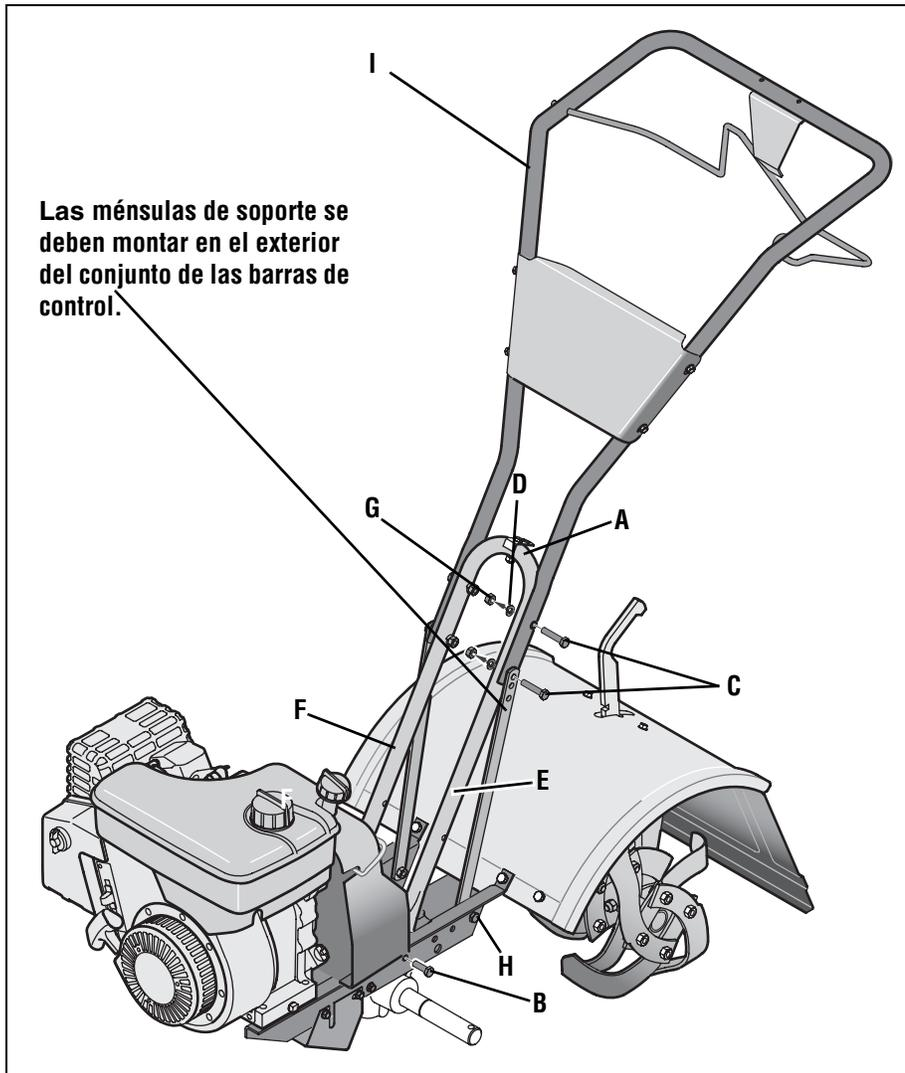

Fig. 2.2: Una la barra de control.
1	Soporte de las barras de control (vea A, Fig. 2-2)
1	Montaje de las barras de control (vea K, Fig. 2-2)
1. Una las patas de soporte de las barras de control, sin ajustar, (A, Fig. 2-2) a los lados interiores de la estructura de la cultivadora con dos tornillos de cabeza hexagonal de 3/8"-16 x 3/4" (B), arandelas
2. Con dos tornillos de 5/16"-18 x 1-1/2" (C), arandelas de seguridad hendidas de 5/16" (D) y tuercas hexagonales de 5/16"-18 (G), una el soporte de las barras de control, sin ajustar, (A) usando los orificios superiores. Apriete los dos tornillos con firmeza.
3. Hay tres orificios de ajuste de la altura en las dos ménsulas de soporte de las barras de control (E y F, Fig. 2-2). Use una configuración que posicione las barras de control aproximadamente al nivel de la cintura cuando los dientes se encuentran aproximadamente 3"-4" dentro del suelo. Una las ménsulas de soporte, sin ajustar, **al exterior** del conjunto de las barras de control (I) usando dos tornillos de 5/16"-18 x 1-1/2" (G), arandelas de seguridad hendidas de 5/16" (D) y tuercas hexagonales de 5/16"-18 (G). **NOTA:** Si una ménsula de soporte no se mueve, afloje el tornillo (H) y la tuerca de sujeción.